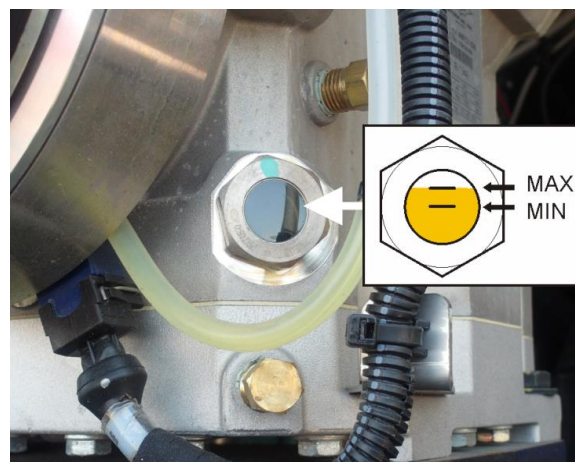

FIGURE 45 : VERRE DE REGARD DROIT
- *Verre de regard droit : entre  $\frac{1}{2}$  et  $\frac{3}{4}$  de la hauteur du verre de regard (Figure 45).*